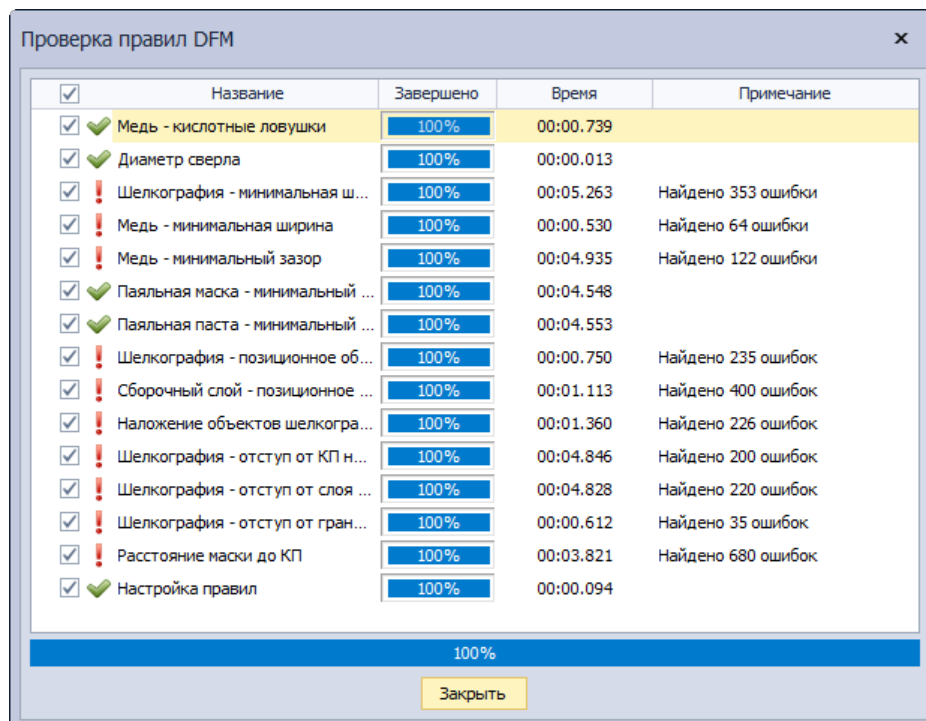

Рис. 382 Закрытие окна DFM-проверки
3. По завершению процесса необходимо нажать кнопку «Закрыть», см. Рис. 382.